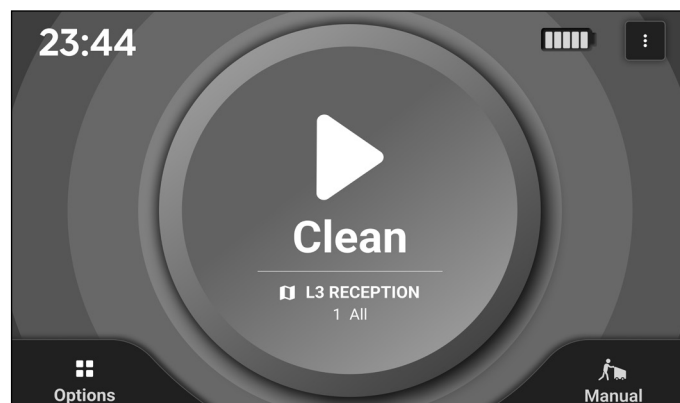

Abbildung 51
1. Überprüfen Sie den Akkustand auf der Startseite des Touchscreens (**Abb. 51**).